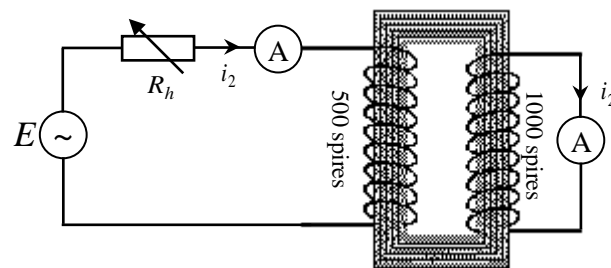

Figure 5. 4: Mode de fonctionnement de principe d'un transformateur
- Réaliser le montage de la Figure 5. 4.